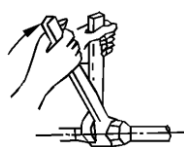

Figura 25
- Coloque o tubo de ligação na posição adequada, rosqueie as porcas com as mãos, e então o prenda com uma chave. (Consulte Figura 25)
(Consulte a Figura 25 e 26)